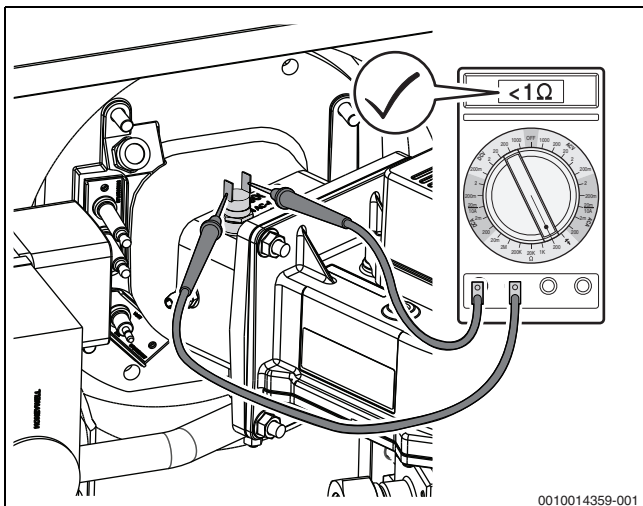
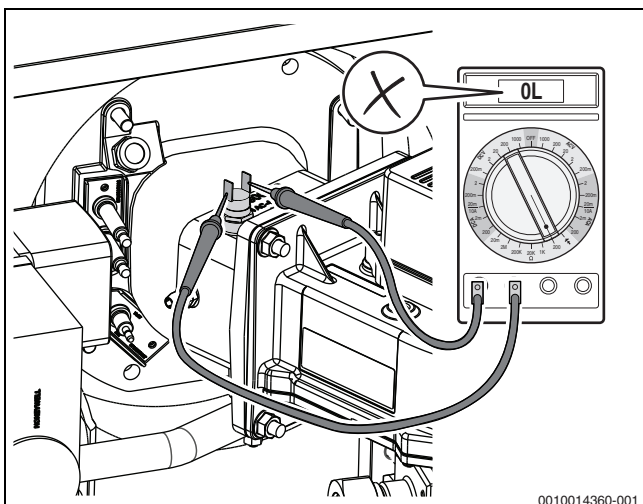

Рис. 64 Измерение электрического сопротивления на контактах реле контроля температуры (реле в порядке)
Рис. 65 Измерение электрического сопротивления на контактах реле контроля температуры (реле неисправно)
- ▶ Измерьте электрическое сопротивление на контактах реле контроля температуры (→ рис. 64). Если измеренное значение $< 1 \text{ Ом}$, то реле контроля температуры в порядке. Если сопротивление равно нулю или $> 1 \text{ Ом}$ (→ рис. 65), то обратитесь в заводскую сервисную службу с целью возврата или замены реле контроля.